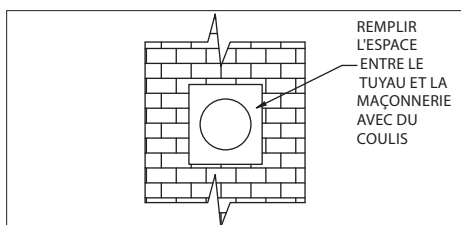

Figure 17
7. Une fois la section horizontale du tuyau en place, il faut remplir l'espace entre le tuyau et la maçonnerie de coulis haute température, comme illustré à la **Figure 17**, si désiré.